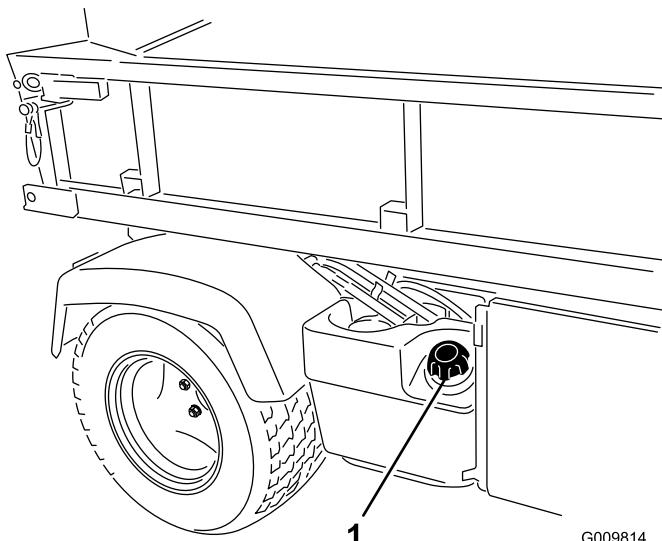

Figura 16
2. Retire o tampão do depósito de combustível (Figura 16).